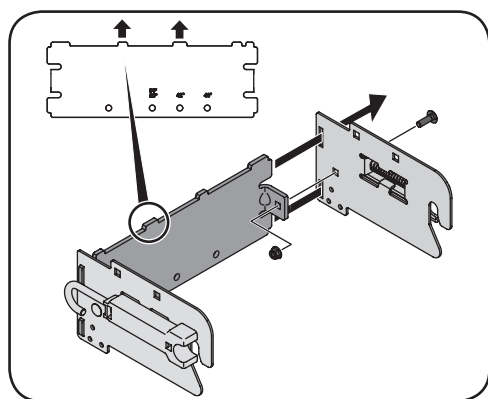

Figure 4-1
1. Insérez les extrémités du support arrière dans les fentes à l'arrière de chaque support latéral. Voir Figure 4-1.
2. Fixez les pattes repliées du support arrière sur les supports latéraux avec un boulon de carrosserie (réf. 7) et un écrou autobloquant (réf. 9). Voir Figure 4-1.
NOTE : Les loquets sur les supports latéraux doivent être placés du côté extérieur avec les fentes vers le bas. Les encoches du support arrière doivent pointer vers le haut. Voir Figure 4-1.